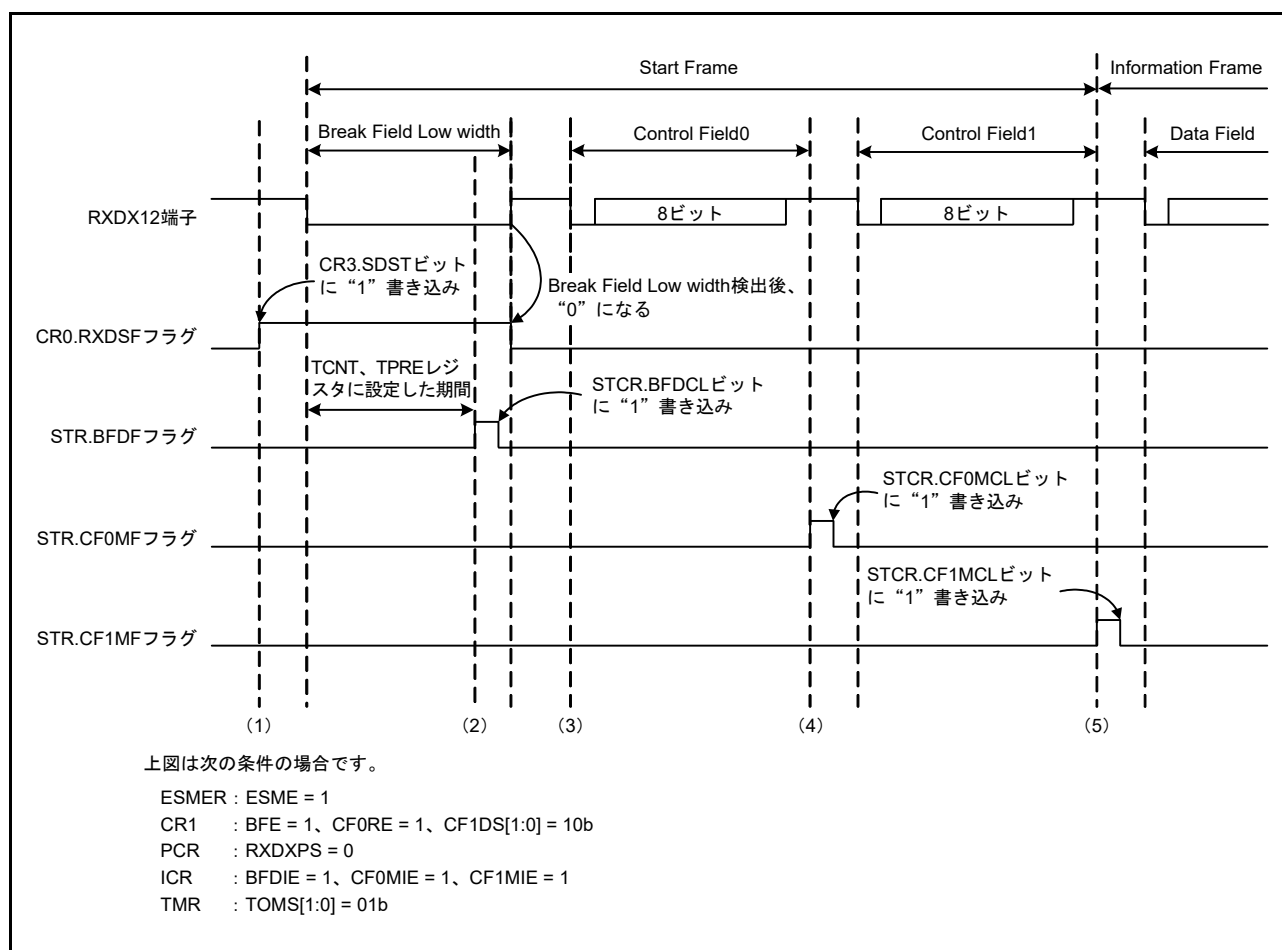
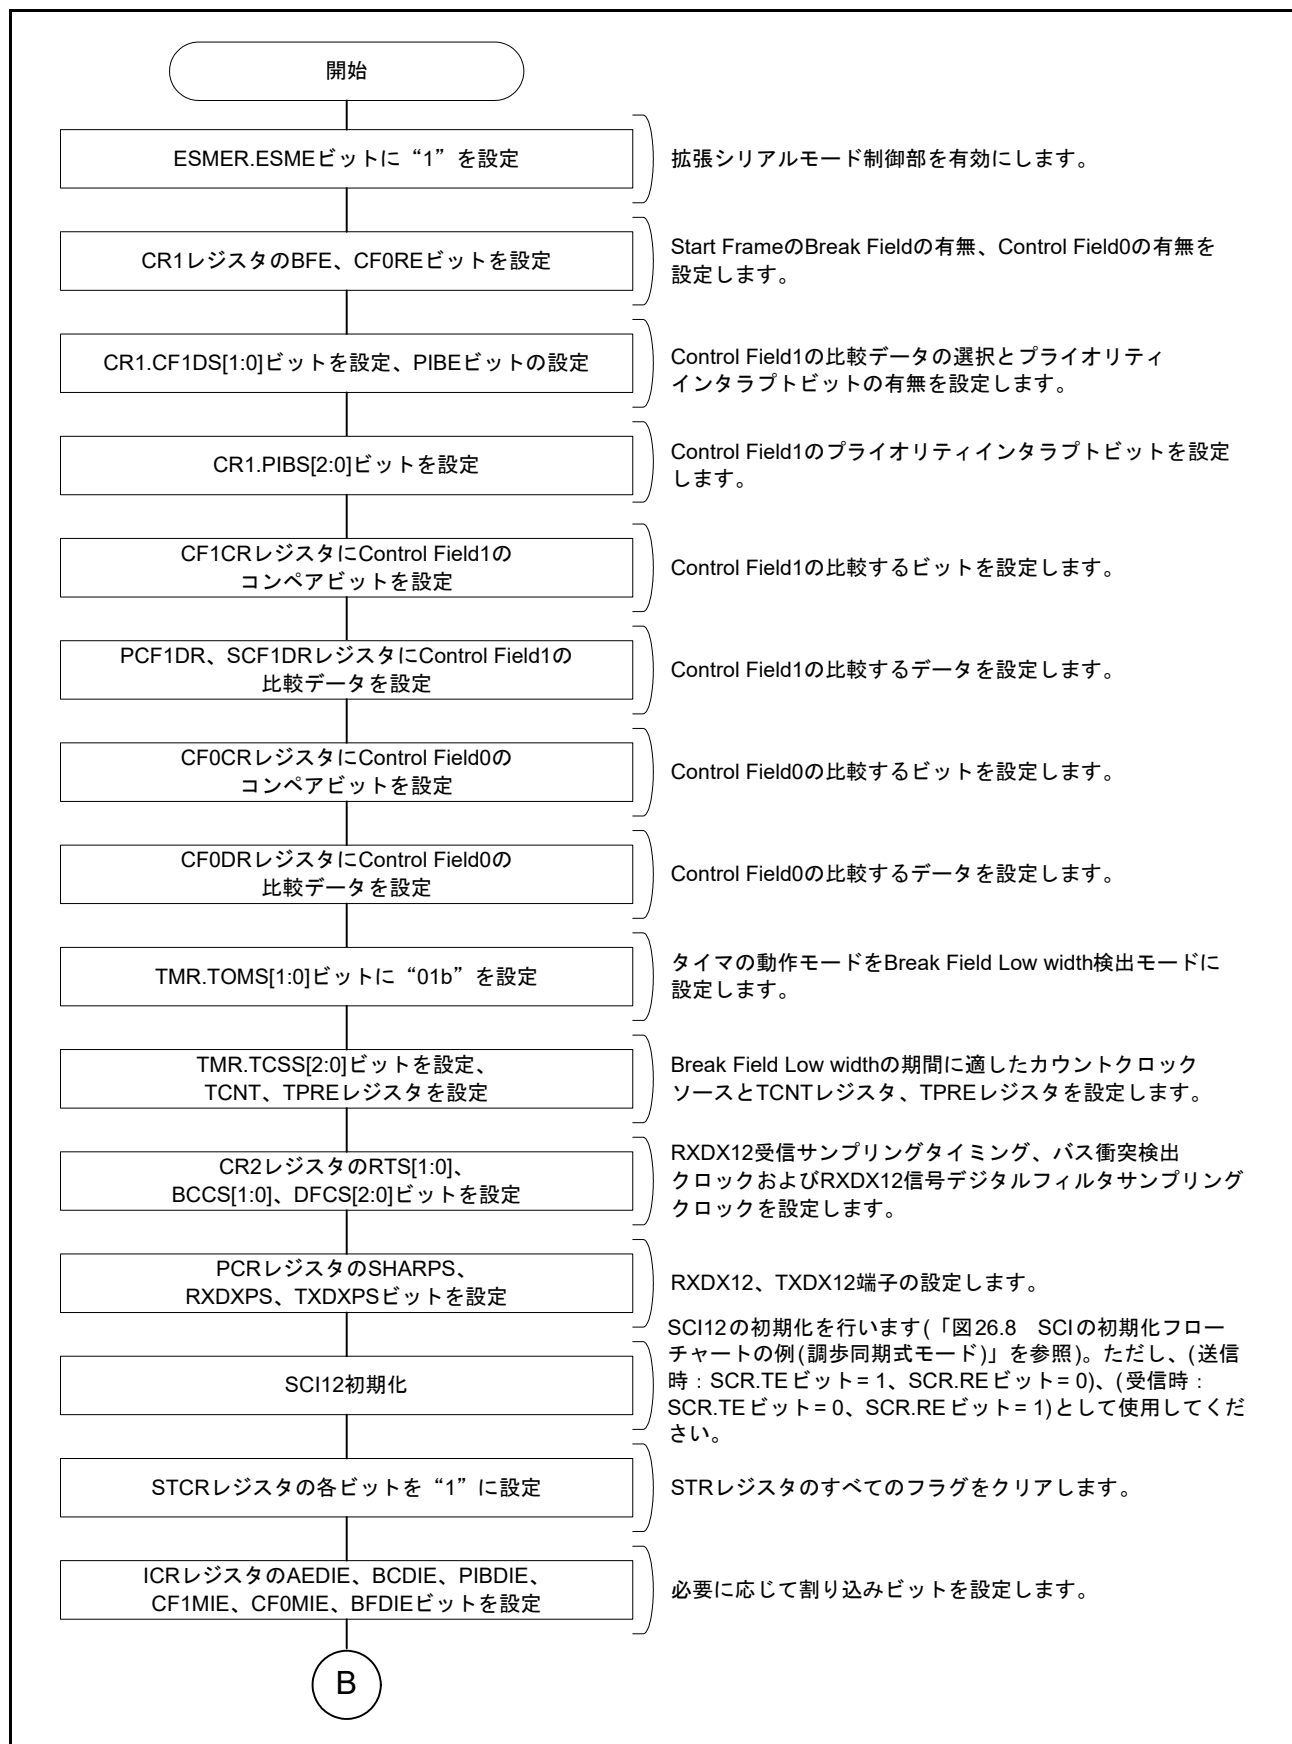
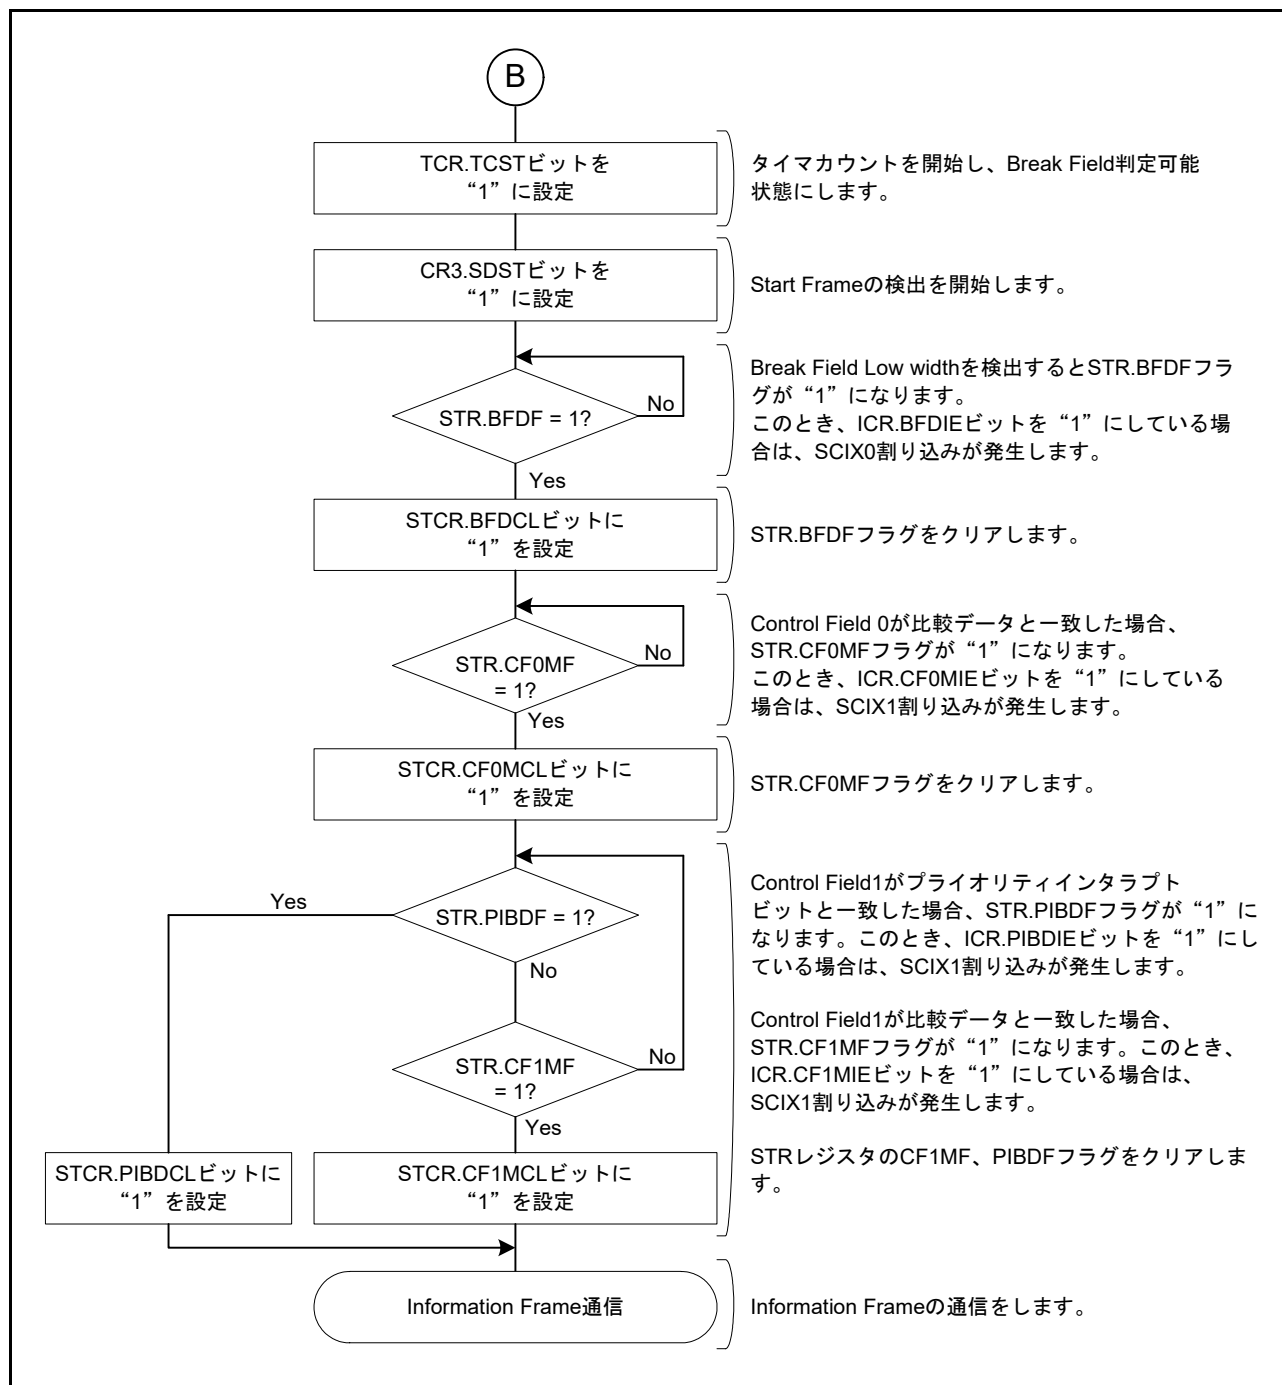
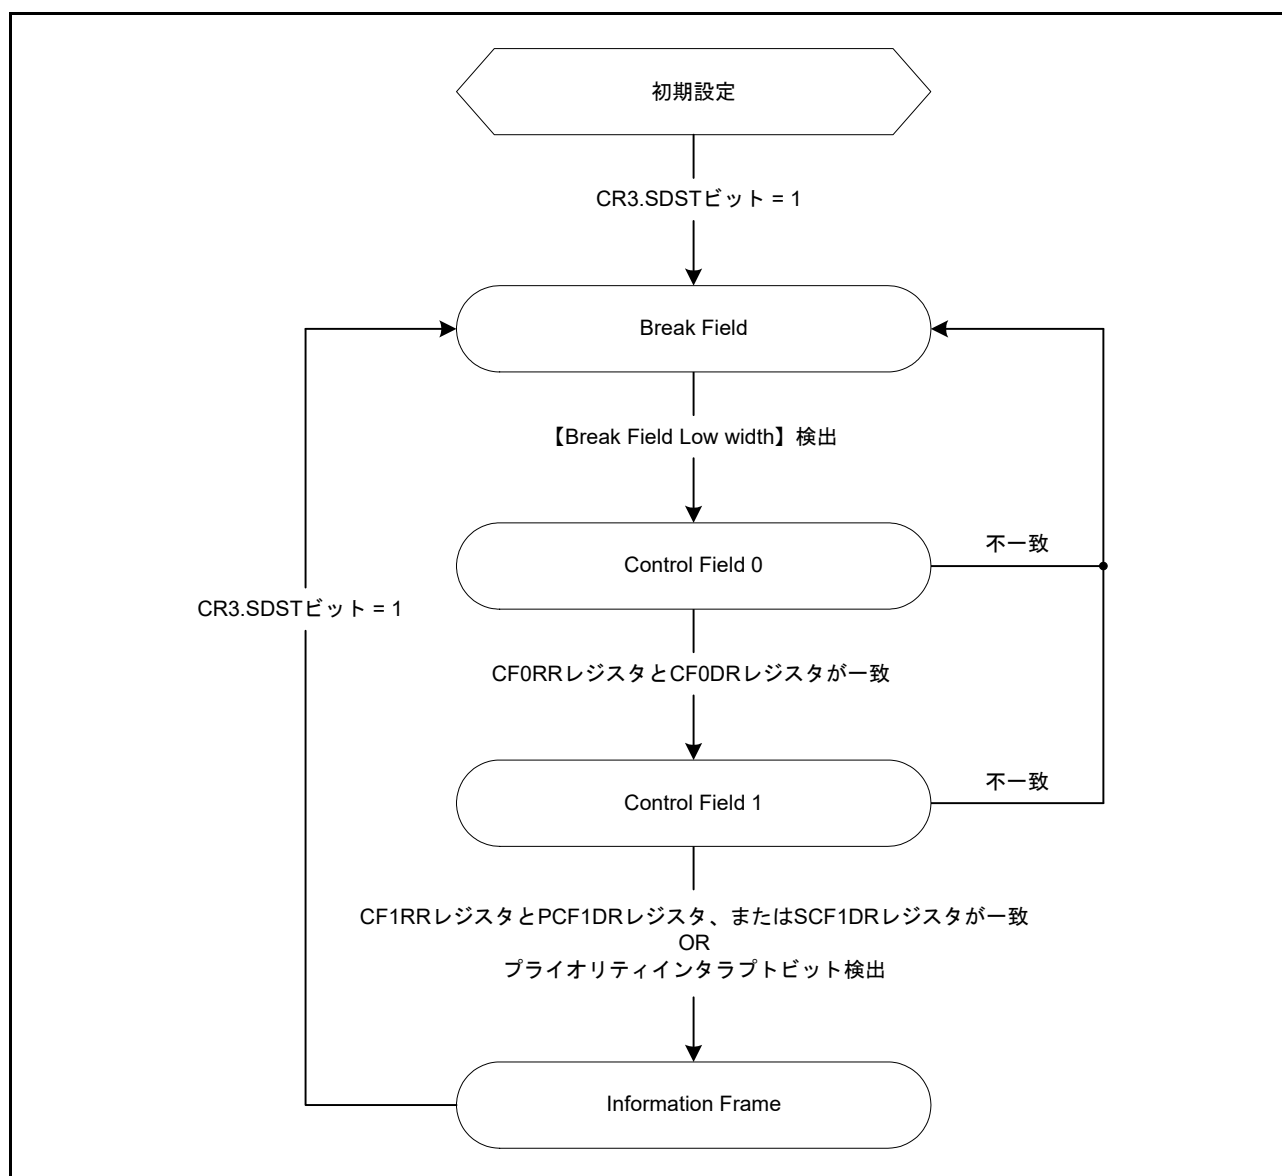

図 26.64 Start Frame 受信時の動作例
図 26.65 Start Frame 受信フローチャート例 (1)
図 26.66 Start Frame 受信フローチャート例 (2)
図 26.67 Start Frame 受信時の状態遷移図
図 26.64 に Break Field Low width、Control Field 0 および Control Field 1 で構成される Start Frame の受信時の動作例を示します。また、図 26.65、図 26.66 に Start Frame の受信を行うためのフローチャート、図 26.67 に Start Frame 受信時の状態遷移図を示します。
(1) ～ (4) は図 26.64 の Start Frame 受信時の動作例 (1) ～ (4) と同様になります。
(5) CR1.PIBS[2:0] ビットで指定したビットの値が PCF1DR レジスタに設定した値と一致した場合、STR.PIBDF フラグが“1”になります。また、ICR.PIBDIE ビットを“1”にしている場合は、SCIX1 割り込みが発生します。その後、Information Frame の通信を行います。Control Field 1 で受信したデータが PCF1DR レジスタまたは SCF1DR レジスタに設定したデータのどちらとも一致せず、プライオリティインタラプトビットも検出しない場合は、Break Field Low width 検出前の状態に遷移します。